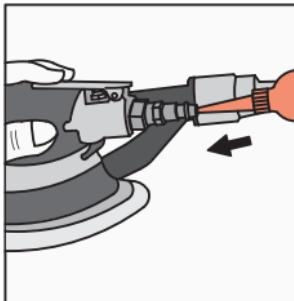

Рисунок 9. Смазка.
- При помощи маслёнки добавьте несколько капель масла для пневмосистем в машинку непосредственно через входное отверстие шлифмашины (рис. 9).